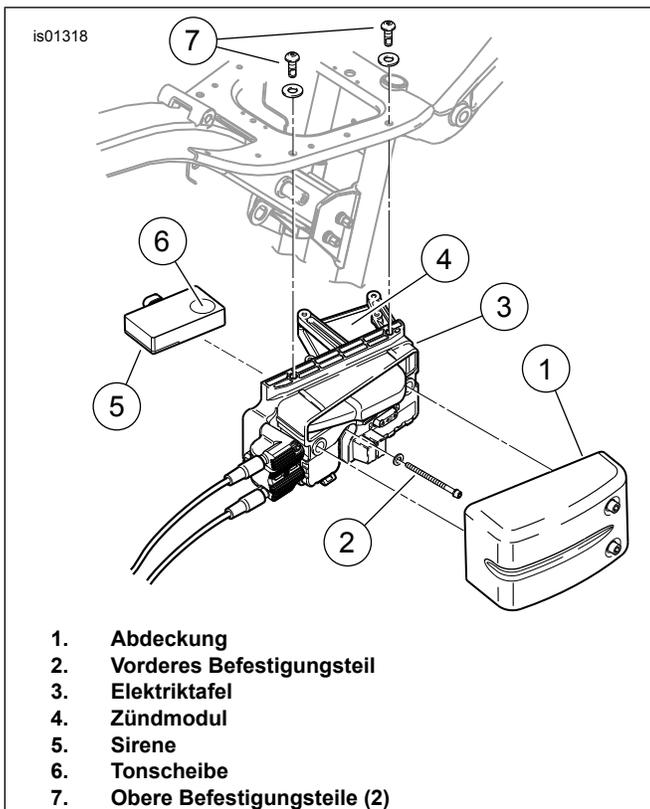

Abbildung 20. Sirene in der Elektriktafel einbauen (Dyna-Modelle)
1. Siehe Abbildung 20. Beide Seiten der Elektriktafelabdeckung (1) fest anfassen und nach außen ziehen, um sie zu entfernen.
2. Die vordere Elektriktafel-Schraube und Unterlegscheibe (2) entfernen. Die beiden oberen Elektriktafel-Schrauben und Unterlegscheiben (7) entfernen.